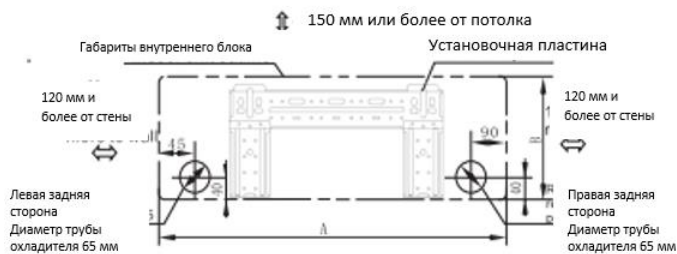

Рисунок 5
- Определите положение отверстий в соответствии со схемой, представленной на рис.5. Просверлите одно (1) отверстие (диаметром 65 мм) под небольшим наклоном к наружной стороне.